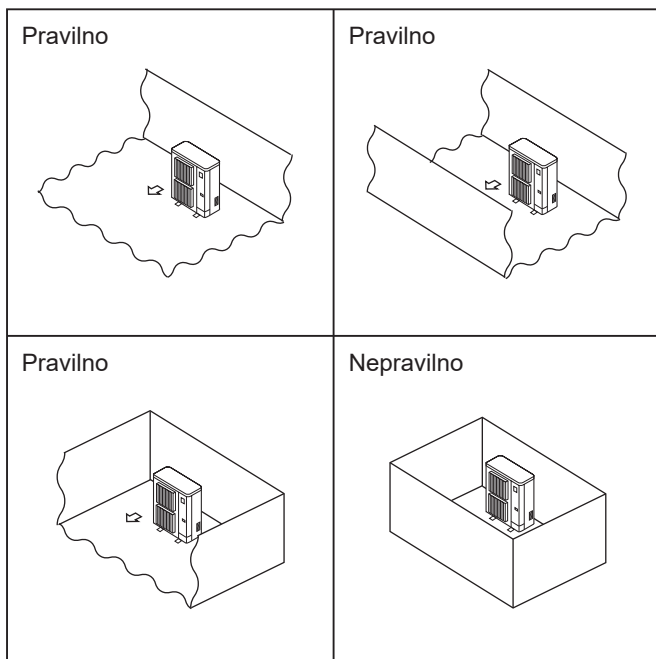

Fig. 2-1
- ⊙ Postavite spoljne jedinice na mesto na kome je najmanje jedna od četiri stranice otvorena i na dovoljno velikom prostoru bez uvala. (Fig. 2-1)